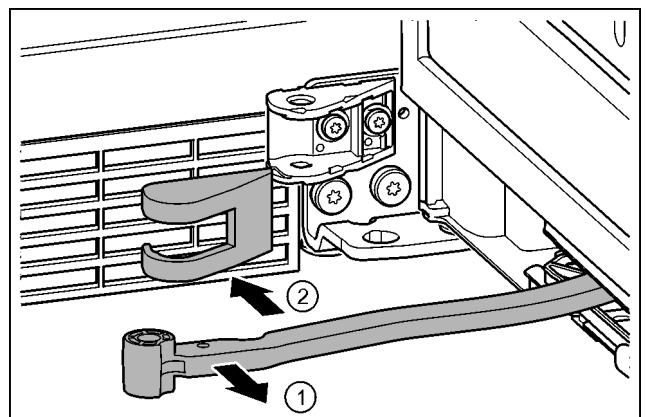

Fig. 18
- ▶ Ruotare lo snodo in direzione della porta. Fig. 18 (1)
- ▶ Rimuovere la copertura del blocco di supporto. Fig. 18 (2)